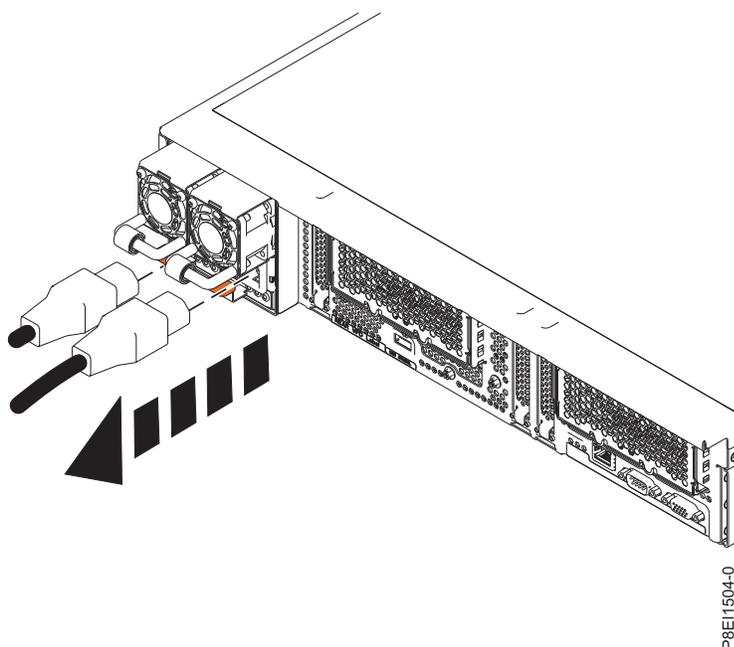

図 71. 8335-GTA システムまたは 8335-GCA システムからの電源コードの取り外し
4. 電源コードをシステム装置から切り離します。図 115 ページの図 71 を参照してください。